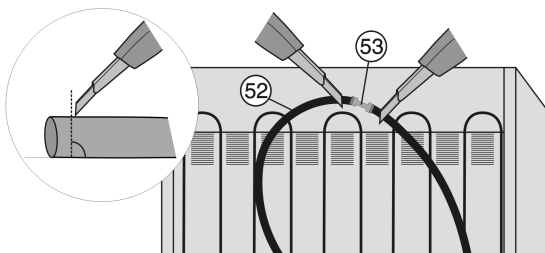

Fig. 17*
- Corte el tubo flexible de agua Fig. 17 (52) en la parte trasera del aparato delante y detrás del empalme Fig. 17 (53) (90° respecto a la dirección del tubo).*